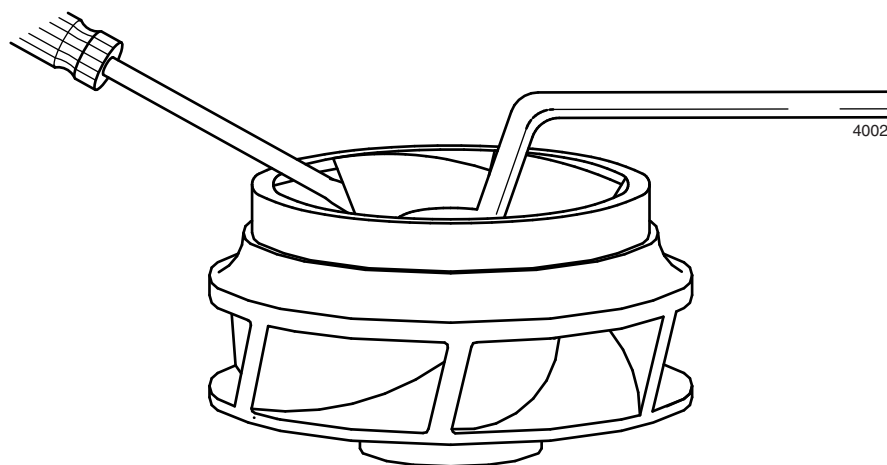

Figure 9: Desserrage de l'écrou de la roue.
- 2 Bloquez la roue (0120) pour l'empêcher de tourner, voir la figure 9.